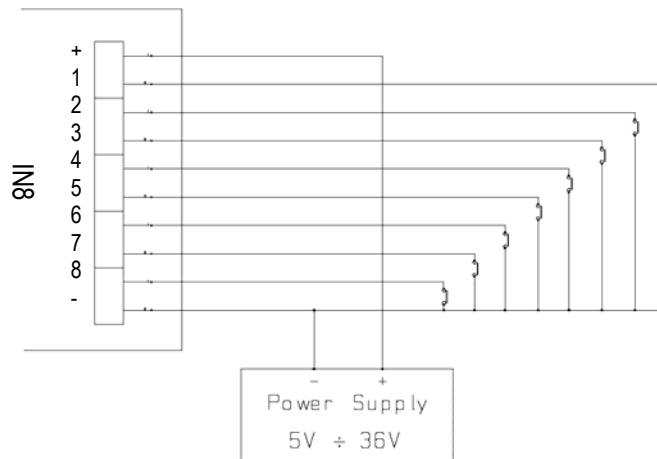

Figura 2b.
- Figura 2b: nel caso in cui gli ingressi debbano rilevare la pressione di un pulsante oppure un'uscita open collector.